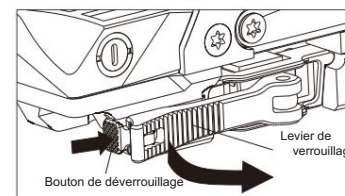

Figure 4
2. Grâce à notre système de serrage à came non linéaire breveté, aucun outil n'est nécessaire. nécessaire au montage. Appuyez sur le bouton de verrouillage, soulevez la poignée pour desserrer la barre de verrouillage. Pour monter le viseur sur votre rail, poussez le levier vers le bas et le bouton de verrouillage s'enclenche automatiquement. L'installation est complet. (voir fig. 4)